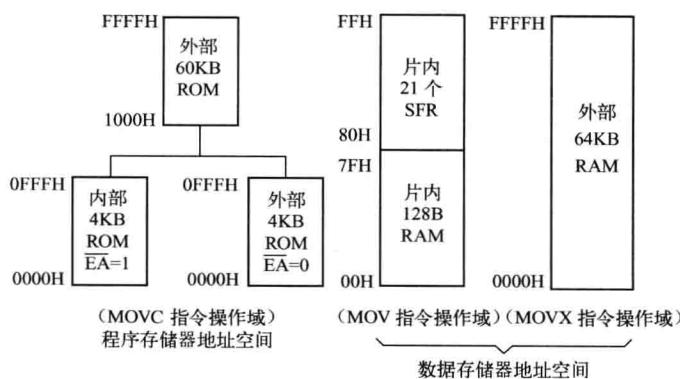

图1-3 51单片机存储区结构
1) 51单片机存储器的编址方法 在物理结构上，51单片机有4个独立的存储空间，它们分别是片内程序存储器、片外程序存储器、片内数据存储器、片外数据存储器，并且地址空间有部分重叠，如图1-3所示。